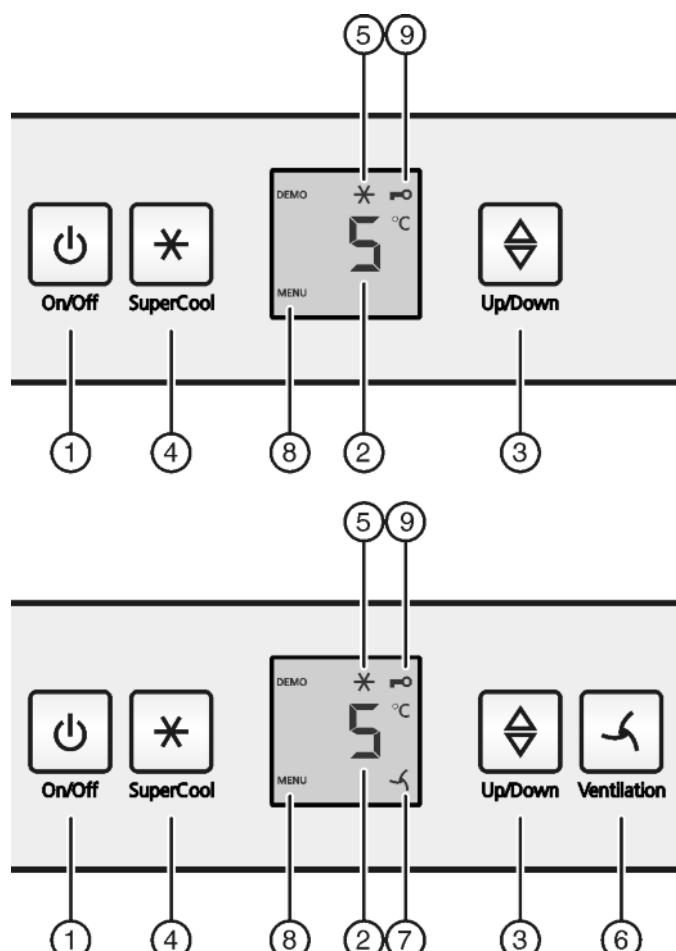

Fig. 2
- Pritisnite tipku za On/Off Fig. 2 (1).
- Pritisnite tipku SuperCool Fig. 2 (4) na oko 5 sekundi.
- ▷ Na zaslonu se prikazuje simbol 'izbornik' Fig. 2 (8).
- Kratko potvrdite tipkom SuperCool Fig. 2 (4).
- ▷ Simbol 'osiguranje za djecu' Fig. 2 (9) svijetli na zaslonu.
- Kratko pritisnite tipku On/Off Fig. 2 (1).
- Pozivanje funkcije temperature: Pritisnite tipku za podešavanje Fig. 2 (3).
- Mijenjanje temperature u koracima od 1 °C: Tipku za podešavanje Fig. 2 (3) pritišćite toliko puta dok na prikazu temperature ne zasvjeti željena temperatura.
- Kratko pritisnite tipku SuperCool Fig. 2 (4).
- ▷ Simbol SuperCool Fig. 2 (5) svijetli na prikazu.
- ▷ Simbol SuperCool Fig. 2 (5) se gasi na prikazu.
- Kratko pritisnite tipku Ventilacija Fig. 2 (6).
- Simbol za ventilaciju Fig. 2 (7) svijetli.
- Simbol za ventilaciju Fig. 2 (7) se ugasí.